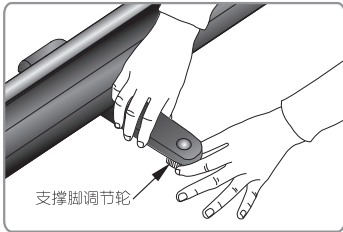
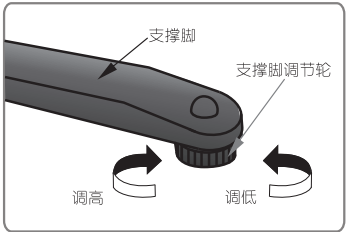

图 10
图 11
6. 银幕展开后，如果地面不平导致银幕倾斜，可按图 10 所示调节支撑脚调节轮，使幕面恢复垂直。调节方法：顺时针旋转支撑脚调节轮，支撑脚升高，逆时针旋转支撑脚调节轮，支撑脚降低。其调整范围最多为 5 圈约高 8 mm（如图 11）。